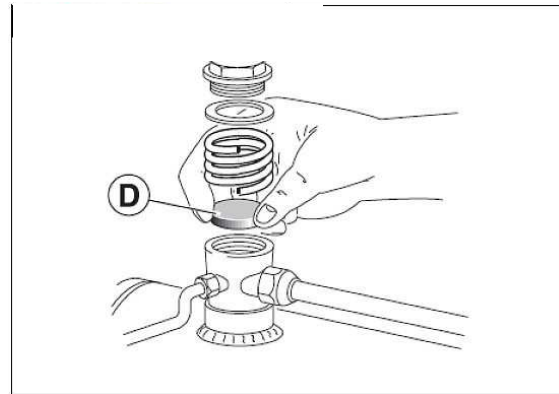

Fig. 19: Elemento de estanqueidad en la válvula de retención
Paso 2: Examinar la válvula de retención y, en caso necesario, cambiar el elemento de estanqueidad **D** (Fig. 19).